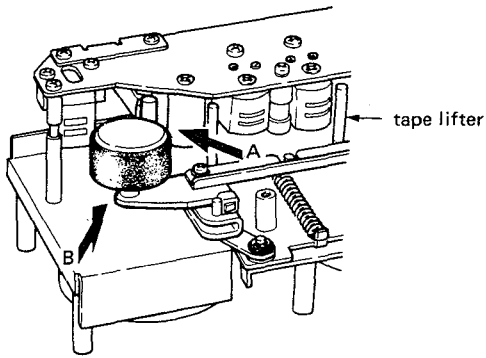
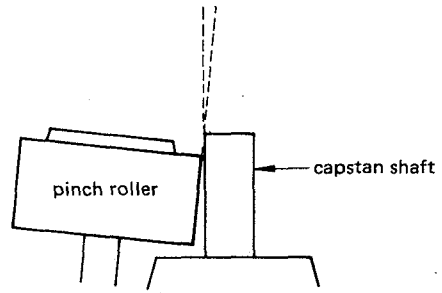

Fig. 2-12 Directions for pinch roller parallelism check
Fig. 2-13 View in direction A (example of non-parallelism)
1. Let pinch roller draw near to capstan shaft by manually lifting up tape lifter shown in Fig. 2-12.
2. Check pinch roller/capstan shaft parallelism viewed from direction of arrow A shown in Fig. 2-12. (Refer to Fig. 2-13, 14.)
- (1) Use the jig as near as possible to the pinch roller spindle.
- (2) Do not touch the surface of spindle.
- (3) Use no other tool for this adjustment!
4. Remove pinch roller, then push up tape lifter to visually align pinch roller spindle with the capstan shaft viewed from direction of arrow B in Fig. 2-12.
1. 図2-12に示すテープ・リフタを手で押し上げ、ピンチ・ローラをキャプスタン・シフトに近づける。
2. 図2-12に示すA方向から見て、ピンチ・ローラとキャプスタン・シャフトの平行度をチェックする。
4. 次にピンチ・ローラを外し、テープ・リフタを上げ、図2-12のB方向から見てピンチ・ローラとキャプスタン・シャフトの平行度をチェックする。